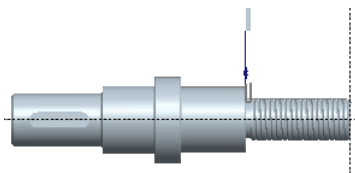

图 10.3.28 刀具路径
Step2. 单击“播放路径”对话框中的按钮, 观测刀具的行走路线, 结果如图 10.3.28 所示